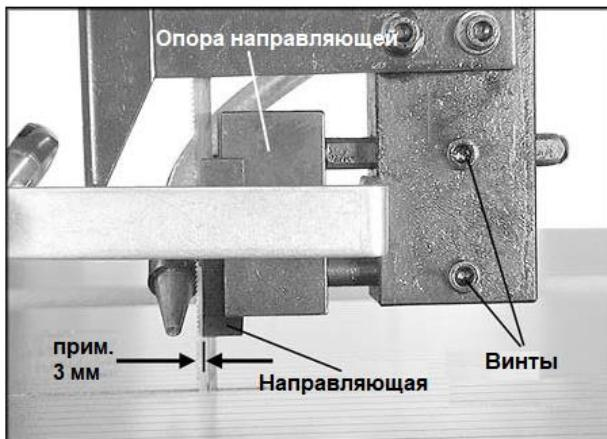

Рис. 8.
1. Ослабьте два винта с внутренним шестигранником на корпусе направляющей. См. Рис. 8.
2. В зависимости от ширины полотна сдвиньте опору направляющей вперед или назад. Передний край направляющей должен располагаться за зубьями полотна, на расстоянии примерно 3 мм. См. Рис. 8.